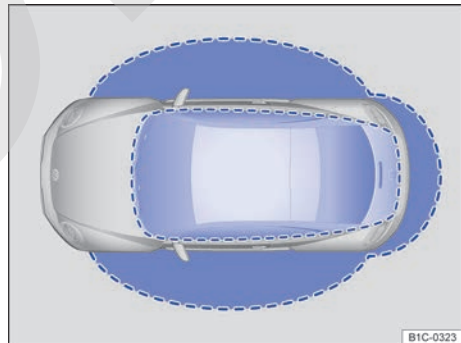

Fig. 23 Sistema de cierre y arranque sin llave Keyless Access: zonas próximas.
Keyless Access es un sistema de cierre y arranque sin llave con el que se puede desbloquear y bloquear el vehículo sin utilizar activamente la llave del mismo. Para ello solo hace falta que haya una llave del vehículo válida en alguna zona próxima → fig. 23 al vehículo y tocar una de las superficies sensoras de las manijas de las puertas → fig. 24 o accionar el emblema de Volkswagen del portón del maletero → pág. 44 → ①.
Si se encuentra una llave válida del vehículo en una de las zonas próximas → fig. 23, el sistema de cierre y arranque sin llave Keyless Access le otorga a dicha llave derechos de acceso en cuanto se toca la superficie sensora correspondiente de la manija de la puerta o se acciona el emblema de Volkswagen del portón del maletero. A continuación son posibles las siguientes funciones sin tener que utilizar activamente la llave del vehículo:
Cuando el vehículo está bloqueado, el portón del maletero se desbloquea automáticamente al abrirlo si en su zona próxima → fig. 23 se encuentra una llave del vehículo válida.